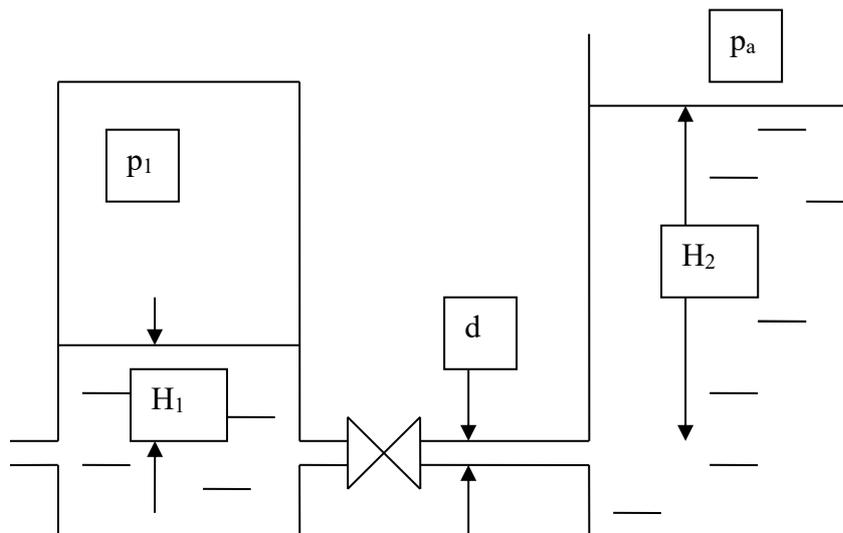

Рис. 8
**Задача 9.** Вода перетекает из напорного бака, где избыточное давление воздуха  $P_{изб} = 0,3$  МПа, в открытый резервуар по короткой трубе  $d = 50$  мм, на которой установлен кран. Чему должен быть равен коэффициент сопротивления крана  $\xi_{кр}$  для того, чтобы расход воды составил  $Q = 8,7$  л/с. Высоты уровней  $H_1 = 1$  м и  $H_2 = 3$  м. Учесть потери на входе в трубу ( $\xi_{вх} = 0,5$ ) и на выходе из трубы (внезапное расширение)  $\xi_{вых} = 1$ . Рис. 8.